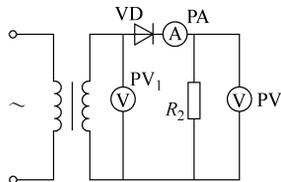

图 1-3
11. 如图 1-3 所示, 已知 $R_2 = 80\Omega$, 直流电压表 PV 的读数为 110V , 二极管压降可忽略不计, 试求电流表 PA 和电压表 PV_1 的读数、整流电流的最大值及二极管最大反向电压?